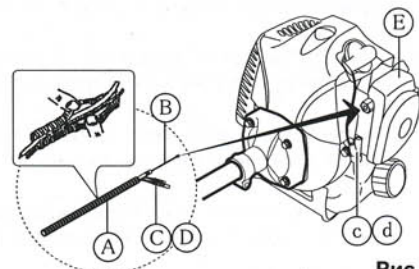

Рис. 2
2. Установите трос газа и провода (Рис. 2 and 3)
(Рис. 2 and 3)